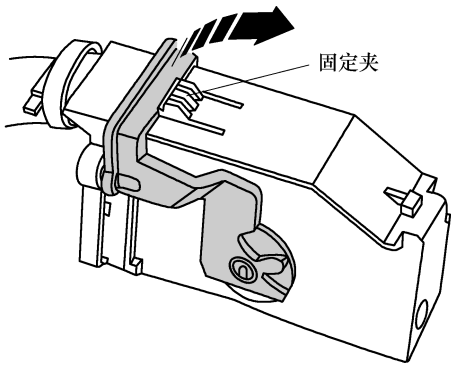

图 9-2-12 脱开组合仪表上的电气插头
(20) 如图 9-2-12 所示, 脱开组合仪表上的电气插接器, 按压固定夹, 沿箭头方向转动固定卡箍并拔下插头。